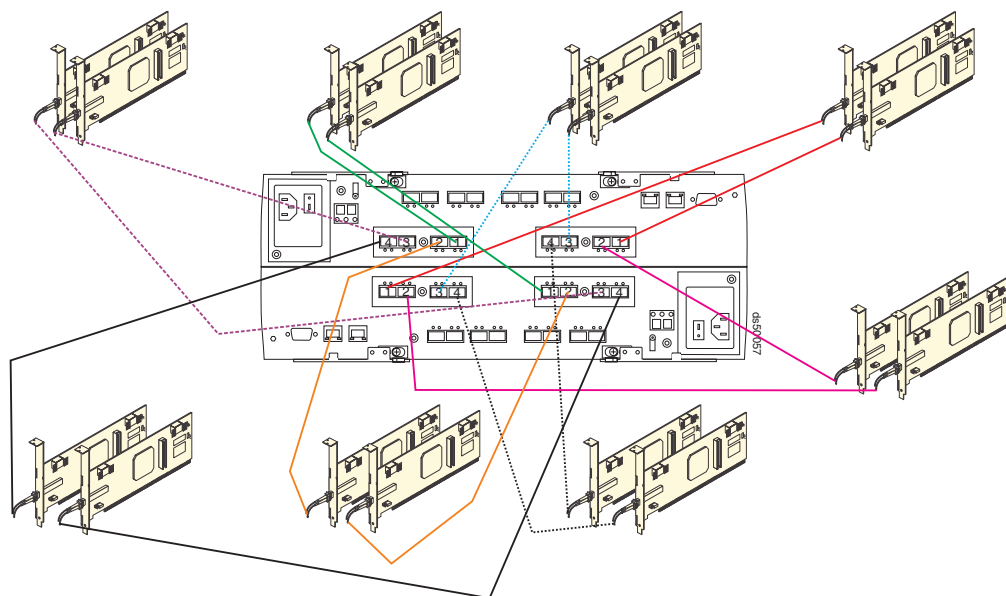

図 72. 8 つの冗長ホスト接続のケーブル接続図
3. その他の冗長ホスト接続ごとに、ステップ 1 および 2 を繰り返します。121 ページの図 72 に示されているとおり、最大 8 つの冗長ホスト接続が可能です。
注: 121 ページの図 72 は、ホスト・ポートが 8 セットの FC ホスト・バス・アダプター (HBA) に接続されていることを示します。必要に応じて、これらの FC HBA のセットの 1 つまたはすべてを FC スイッチに置き換えることができます。